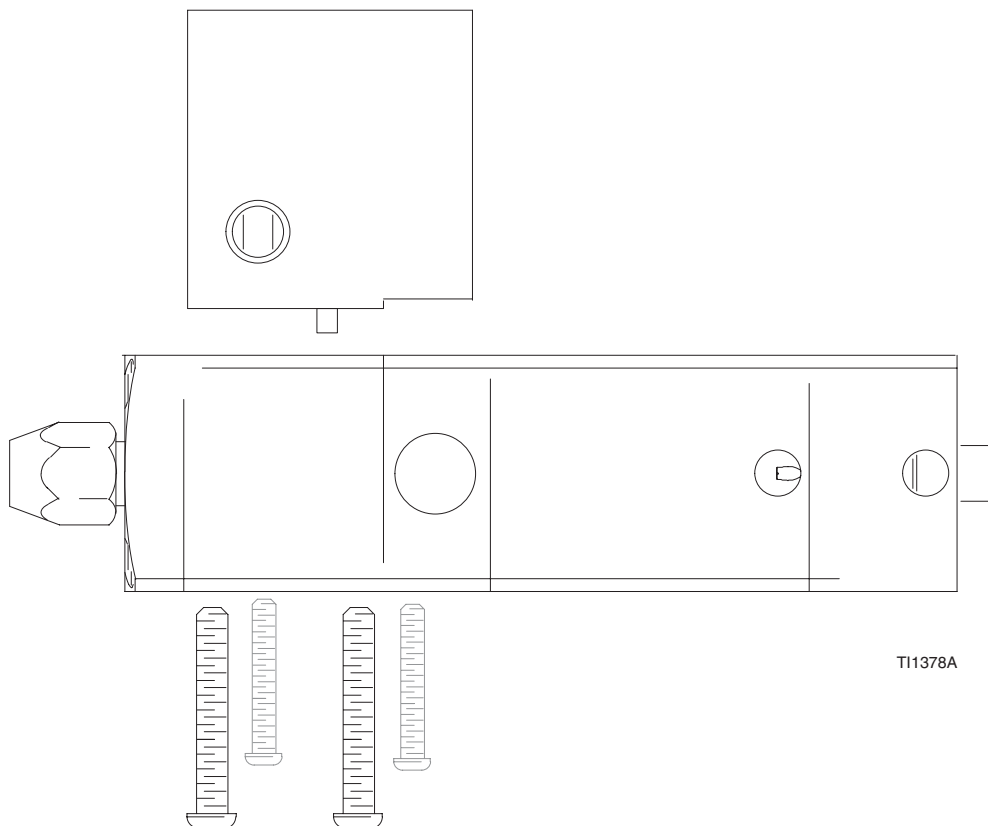

Abb. 8
3. Entfernen Sie die 4 M-6 Innensechskantschrauben, mit denen das Ventilgehäuse am Einlassverteiler befestigt ist. (Siehe Abb. 8.)